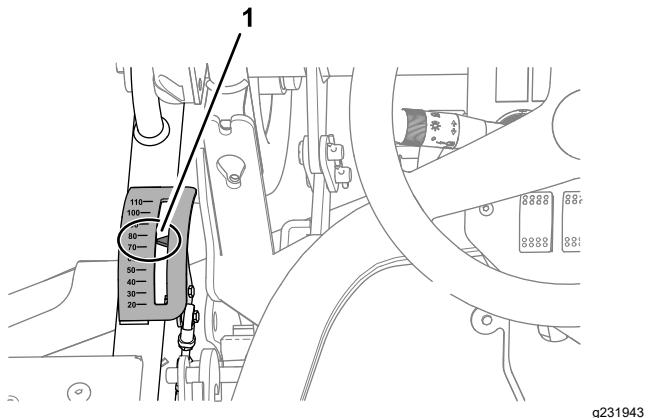
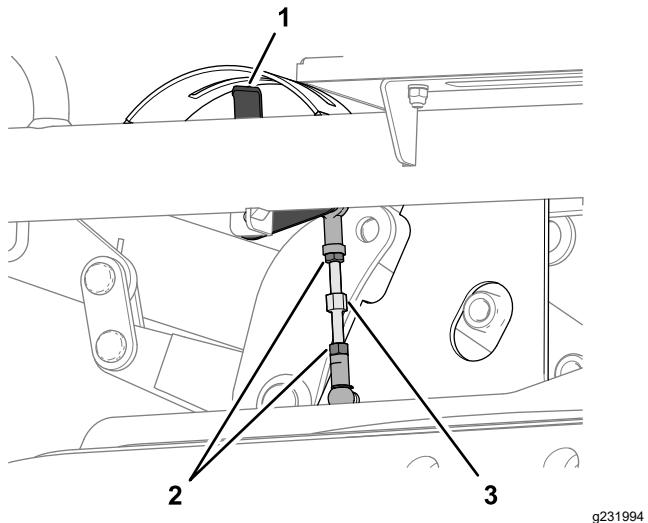

図 130
図 131
2. 運転席に座って刈高インジケータの示す位置を調べる図 130。
- A. 刈高リンクを固定しているジャムナット2個をゆるめる図 131。
- B. 運転席から見たときにポインタが 75 mm を指すように、リンクを回して調整する図 130 と図 131。
- C. ジャムナット2個を締める図 131。